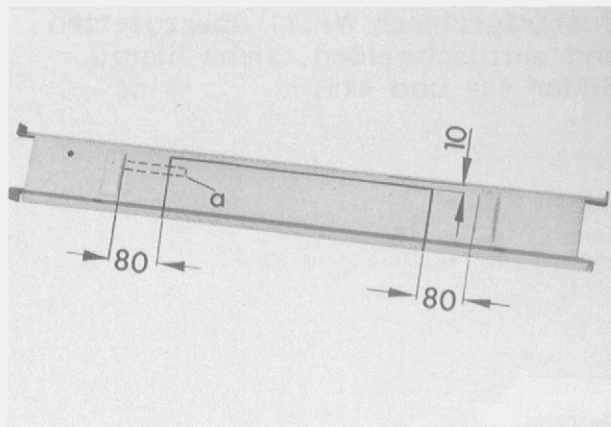

Bild 446
- Seitliche Trennschnitte ca. 80 mm von der Prägekante nach innen trennen (Bild 446).
- Zur besseren Verdeutlichung wurde die Vermaßung (Bild 446) am Neuteil dargestellt.